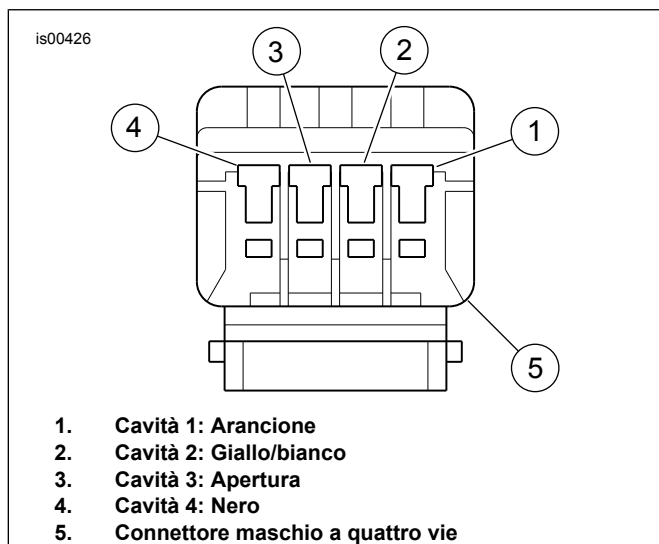
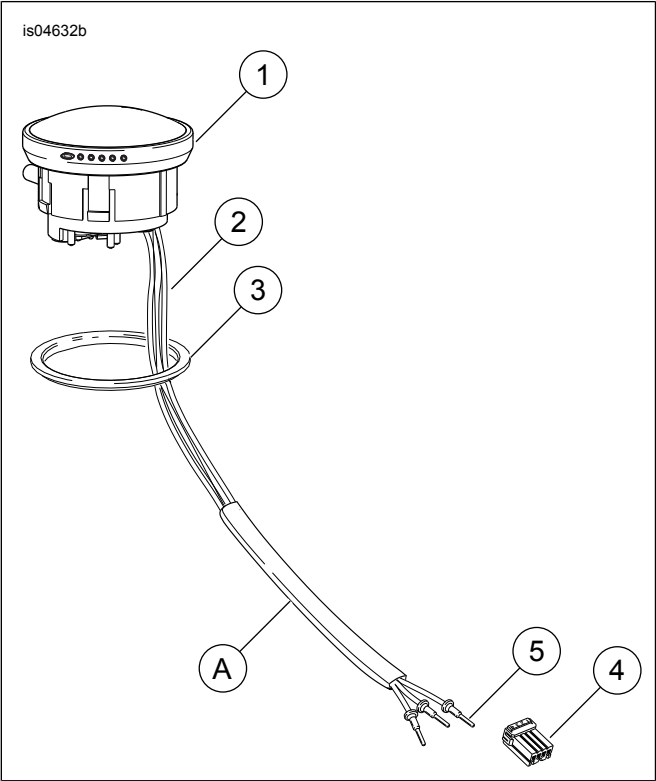

Figura 2. Connettore maschio a quattro vie (visto dall'estremità del filo)
Figura 3. Parti di ricambio: Kit indicatore del livello del combustibile a LED
Vedere Figura 3 e Tabella 1.
2. Vedere Figura 3. Premere il piedino sul lato del terminale femmina del connettore e staccare le metà maschio e femmina.
4. Vedere Figura 3. Estrarre l'indicatore del livello del combustibile afferrandolo saldamente e tirandolo verso l'alto con cautela (NON torcerlo) quanto basta per liberarlo dal serbatoio del combustibile. **Modelli con carburatore:** staccare i due connettori dei trasmettitori. Far passare il tubo di protezione e i due fili in alto attraverso il tubo mentre si rimuove l'indicatore di livello. Rimuovere ed eliminare l'indicatore del livello del combustibile. **Per modelli a iniezione:** far passare il tubo di protezione e i tre fili verso l'alto attraverso il tubo mentre si rimuove l'indicatore di livello.
2. Vedere Figura 3. Assemblare la nuova guarnizione (3) sull'indicatore del livello del combustibile a LED (1) dal kit. Installare la guarnizione in modo che il lato piatto entri in contatto con il bordo dell'indicatore.
3. Abbassando con cautela l'indicatore del livello del combustibile, far passare il cablaggio (2) giù per il tubo di scarico, finché i tre fili corti (arancione, nero, giallo/bianco) non escano dal foro sul fondo del serbatoio del combustibile. Tirare con delicatezza i fili per rimuovere l'allentamento mentre si installa l'indicatore del livello del combustibile nel serbatoio. Non torcere l'indicatore durante l'installazione. Tenere saldamente l'indicatore e premerlo verso il basso finché non scatti in posizione.
4. Vedere Figura 2. Installare tre fili (1, 2 e 4) nelle cavità corrette del connettore maschio a quattro vie dal kit. Vedere CONNETTORI ELETTRICI AMP MULTILOCK, INSTALLAZIONE DEI TERMINALI FEMMINA/MASCHIO nel manuale di manutenzione.